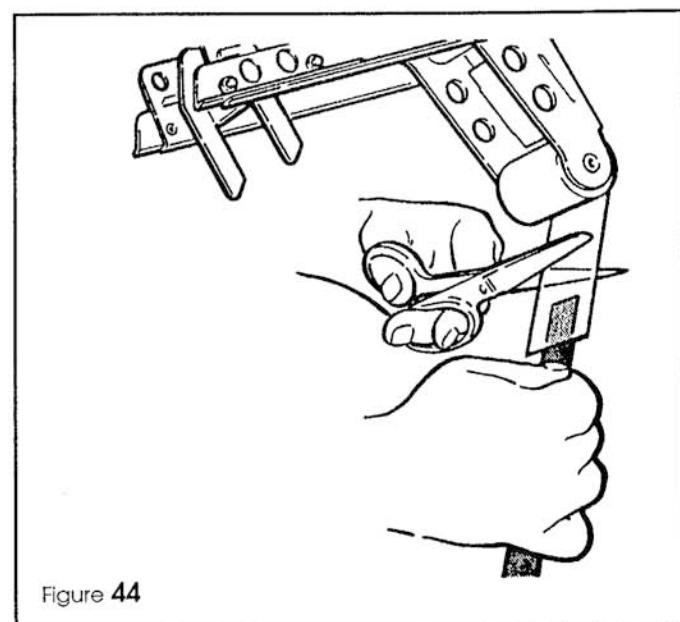

Figure 44
Tirer l'outil de filetage au travers du mécanisme d'application du ruban. Le ruban excédant peut être coupé avec des ciseaux (Figure 44).
Steek de doortrekaald door de plakbandaanbrenger. Het overtollige plakband kan met de schaar op de hoogte van de aanbrengerrol afgesneden worden (Figure 44).
- Effectuer les mêmes opérations que pour la tête supérieure: tirer l'outil à fileter au travers du mécanisme d'application du ruban. Le ruban excédant peut être coupé avec des ciseaux (Figure 44).
- Ga vervolgens te werk als bij de bovenste kleefkop; trek de doorsteeknaald door de plakbandaanbrenger. Het overtollige plakband kan met de schaar in de buurt van de aanbrengerrol afgeknipt worden (zie Figure 44).